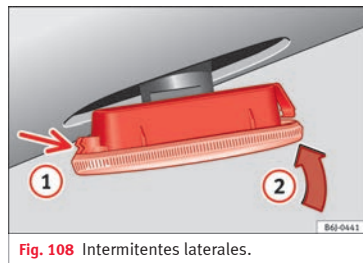

Fig. 108 Intermitentes laterales.
- Coloque el intermitente en primer lugar en el orificio de la carrocería, encajando las pestañas **1** »» fig. 108, y a continuación encaje la lámpara como indica la flecha **2** »» fig. 108.